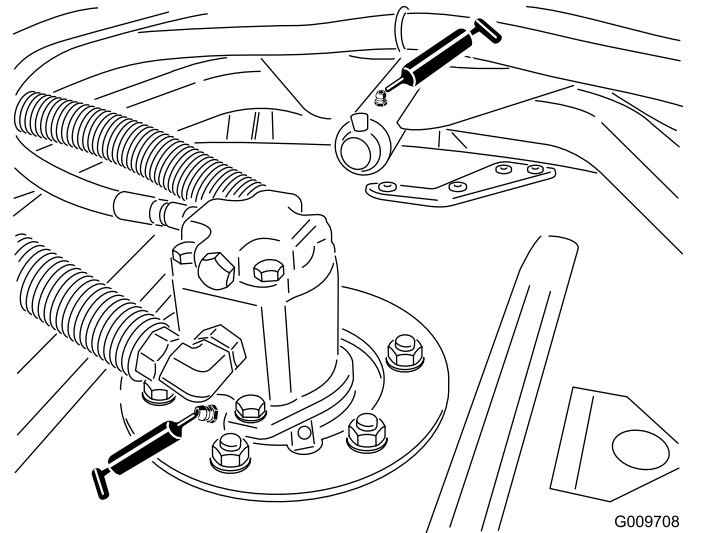

Figura 47
- Cojinetes del eje de la unidad de corte (2 por unidad de corte) tal y como se muestra en la Figura 47
- Cojinetes de los brazos de tiro de las unidades de corte (1 por unidad de corte) tal y como se muestra en la Figura 47